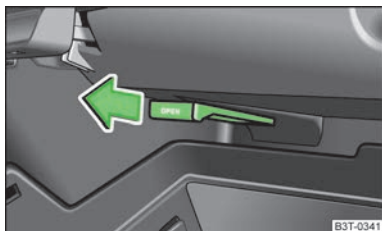

Fig. 88
- La alimentación de aire se abre tirando de la palanca en sentido de la flecha » fig. 88.